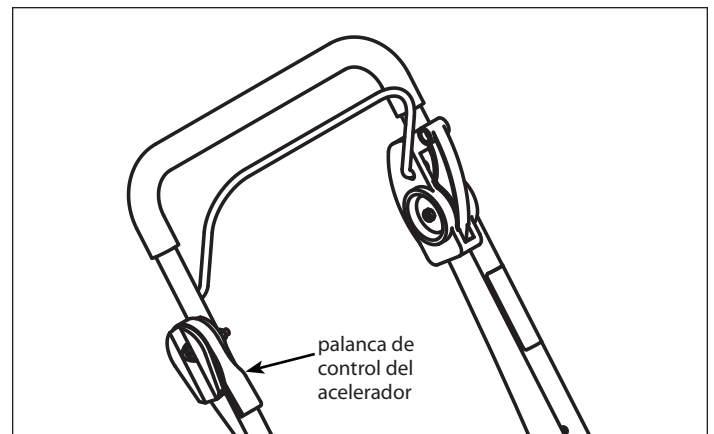

FIGURA 6: Uso del control del acelerador
1. Durante el uso normal, ajuste la palanca de control del acelerador en la posición RÁPIDO para hacer funcionar el motor a toda velocidad. **CONSULTE LA FIGURA 6.**